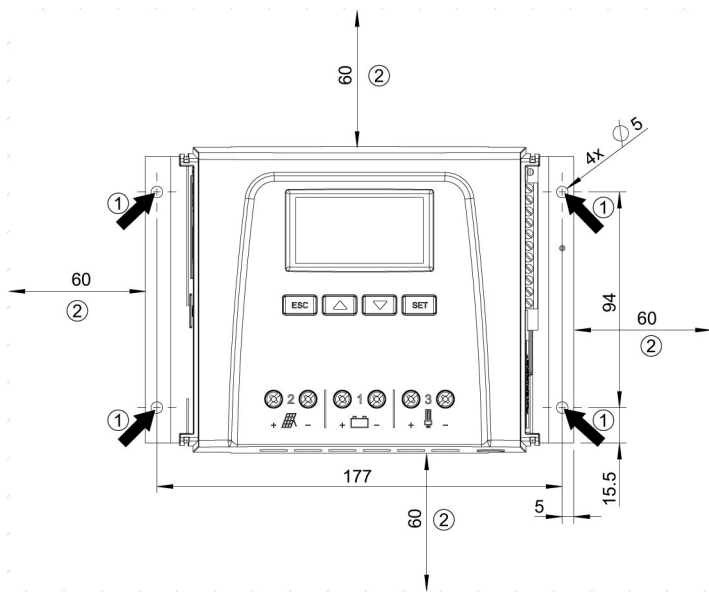

Abb. 11 Befestigungsöffnungen ① und Freiräume ②
- Um den Regler ist allseitig ein Freiraum von mindestens 60 mm vorhanden. Der Freiraum bezieht sich auf den Regler *ohne* Abdeckungen; siehe ② in Abb. 11.
- Nicht durch die Befestigungsöffnungen ① (Abb. 11) bohren.
3. ➞ Regler waagrecht an die Montagefläche anlegen und Montagebohrungen durch die Befestigungsöffnungen ① anzeichnen.